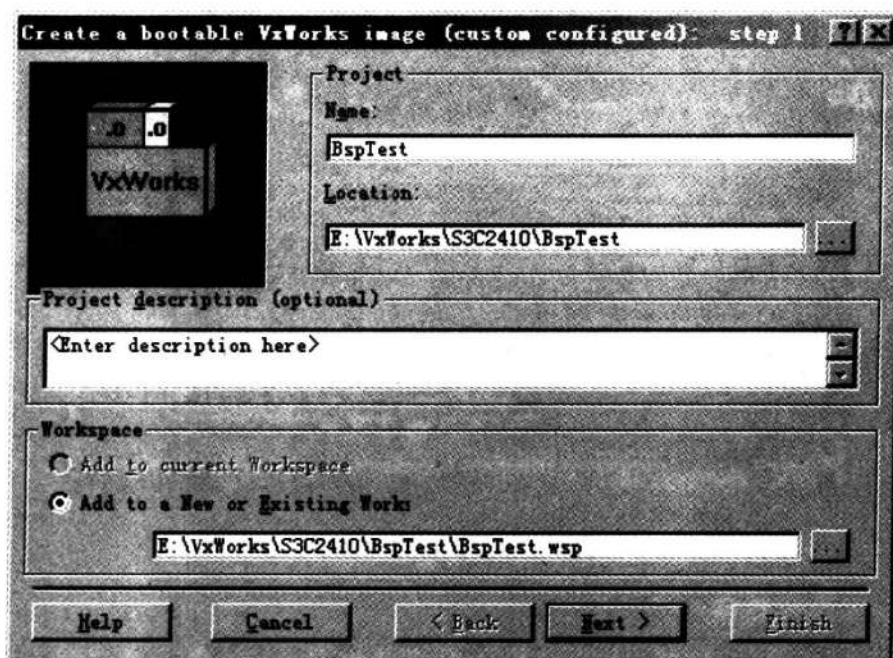

图 4-15 新建 VxWorks 工程
④ 输入工程的名称和位置等信息,在 E:\VxWorks\S3C2410\BspTest 下创建一个名为 BspTest 的工程,如图 4-15 所示。